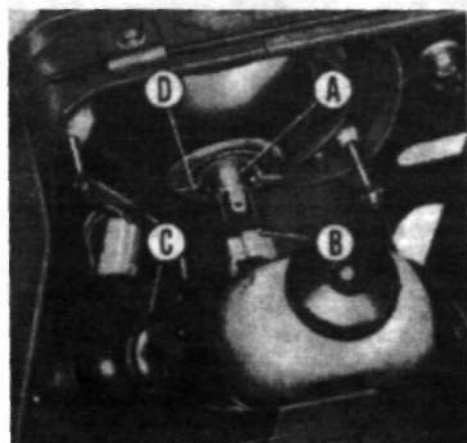

Рис. 9.17 Фара переднего света — замена лампы (ранние модели) (Раздел 25)
1 Доступ к лампе с двойной нитью накаливания можно получить изнутри моторного отсека. Рассмотрите Рис. 9.17, затем отсоедините штекер коннектора (В), снимите резиновое крепление (С), и, наконец, зажим (D), путем нажатия и поворота против часовой стрелки (см. фото 25.1 А, В и С).